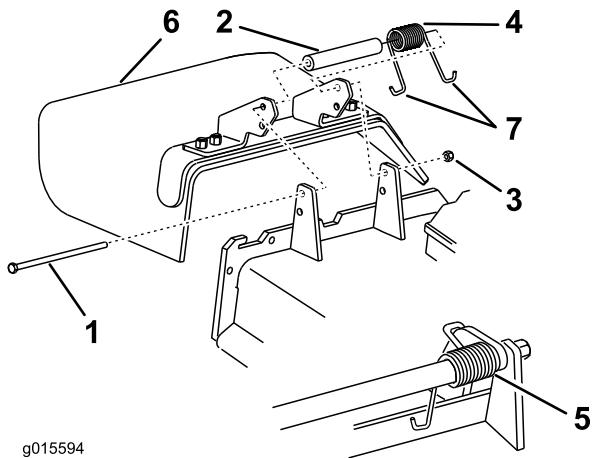

図 82
- デフレクタをピボットブラケットに固定しているロックナット、ボルト、スプリング、スペーサを外す（図 82）。デフレクタを取り外す。
注 必ず J 形端部のひとつをデッキ後部のエッジに引っ掛け、それから 図 82 のようにボルトを取り付けてください。
3. ボルトとナットを取り付ける。J 形端部のひとつをデフレクタに引っ掛ける (図 82)。